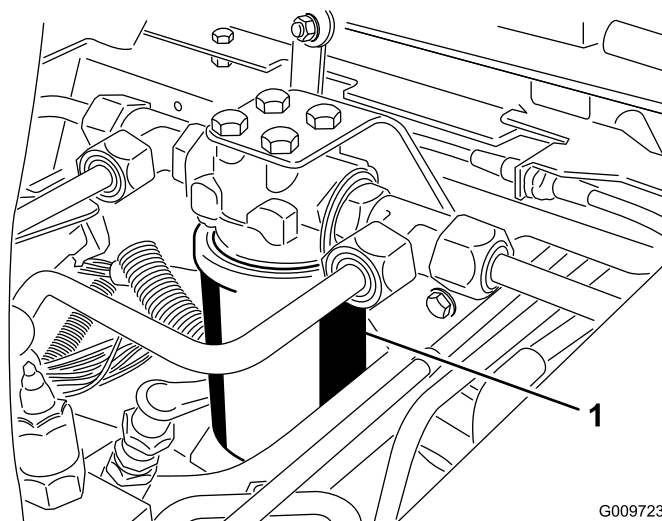
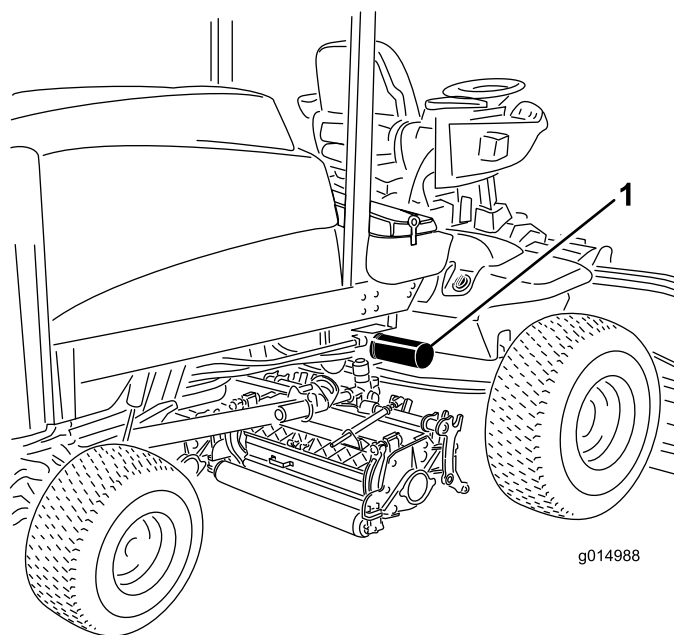

図 81
図 82
2. フィルタ容器の周辺をウェスできれいにぬぐう。フィルタ（図 81と図 82）の取り付け部周辺をきれいにふき、下に廃油受けを用意し、フィルタを外す。